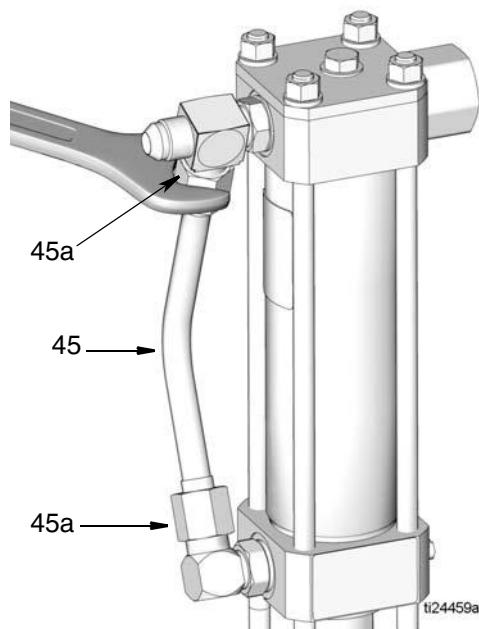

Рис. 9
6. Ослабьте гайки (45a) с обеих концов жидкостной трубы (45) (Рис. 9).